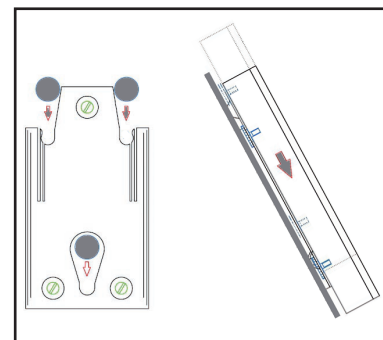

Bild 19
- 3) Skjut G20-20 in över beslaget och låt fingerskruvarna glida ner i slitsarna (bild 19).